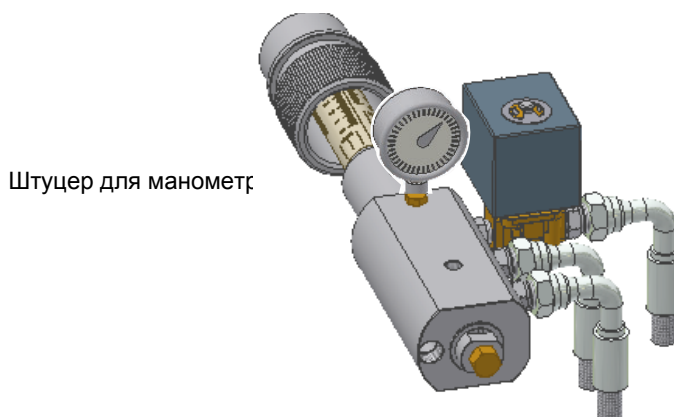

Рис. 17
- 5 Давление питания форсунки уже отрегулировано заранее на заводе-изготовителе и не должно изменяться. Только в случае необходимости, отрегулировать давление питания (см. соответствующий параграф) следующим образом: установить манометр в положение, указанное на Рис. 17, воздействовать на регулировочный винт **VR** насоса (см. Рис. 18) до получения на форсунке давления в 20бар (форсунки Monarch или форсунки Bergonzo - см. на стр.33-34);